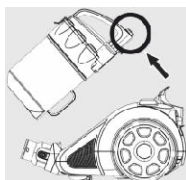

Рис. 15
2. Нажмите на кнопку, находящуюся на ручке пылесборника и снимите его (рис. 15).